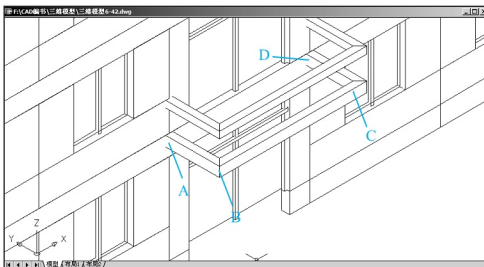

图 6.42 修改扶手的高度
- (5) 修改阳台扶手的高度。
- ① 在命令行无命令的状态下, 选中复制生成的“阳台扶手”, 则出现蓝色夹点。
- ② 执行菜单栏中的【修改】|【特性】命令, 打开【对象特性管理器】对话框, 将厚度由“300”修改为“200”, 结果如图 6.42 所示。
- (1) 执行菜单栏中的【绘图】|【曲面】|【三维面】命令。
- (2) 在指定第一点或[不可见(I)]: 提示下，用端点捕捉工具选取如图 6.42 所示的 A 点。
- (3) 在指定第二点或[不可见(I)]: 提示下，用端点捕捉工具选取如图 6.42 所示的 B 点。
- (4) 在指定第三点或[不可见(I)] <退出>: 提示下，用端点捕捉工具选取如图 6.42 所示的 C 点。
- (5) 在指定第四点或[不可见(I)] <创建三侧面>: 提示下，用端点捕捉工具选取如图 6.42 所示的 D 点。